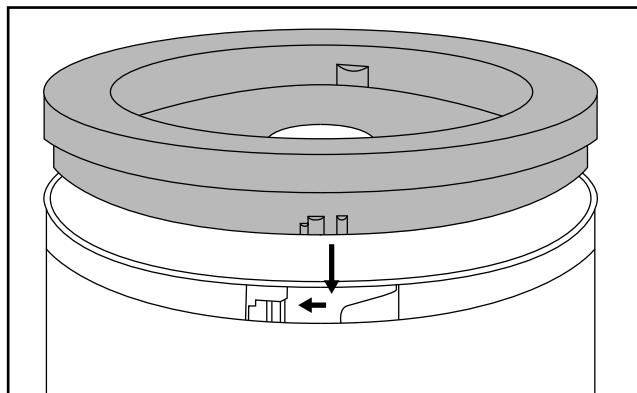

Abb. 1
- 5) Verschließen Sie die Schüssel ❸ mit dem Zwischenstück ❹:
- Setzen Sie dieses so auf die Schüssel ❸, dass die Arretierungen am äußeren Rand des Zwischenstücks ❹ in die Schienen an der Schüssel ❸ greifen (siehe Abbildung 1).
- Drehen Sie das Zwischenstück ❹ dann so, dass die Arretierungen in den Schienen nach unten gleiten und einrasten.
- Setzen Sie dieses so auf die Schüssel **8**, dass die Arretierungen am äußeren Rand des Zwischenstücks **4** in die Schienen an der Schüssel **8** greifen (siehe Abbildung 1).